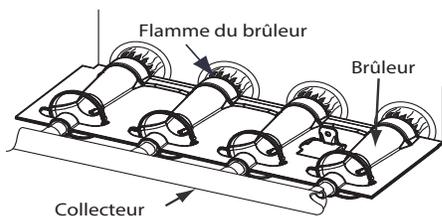

Fig. 64 – Flamme du brûleur
5. Mettez le robinet d'arrêt de gaz à la position de marche (ON).
9. Pour régler la pression d'admission de chaleur minimale, tournez lentement l'interrupteur de réglage dans le sens antihoraire pour réduire la pression d'admission ou dans le sens horaire pour l'augmenter. Tournez l'interrupteur de réglage d'un maximum d'un clic à la seconde jusqu'à l'obtention de la pression d'admission requise (consultez la Fig. 64).
4. Pour régler la pression d'admission de chaleur minimale, tournez lentement l'interrupteur de réglage dans le sens antihoraire pour réduire la pression d'admission ou dans le sens horaire pour l'augmenter. Tournez l'interrupteur de réglage d'un maximum d'un clic à la seconde jusqu'à l'obtention de la pression d'admission requise (consultez la Fig. 64).